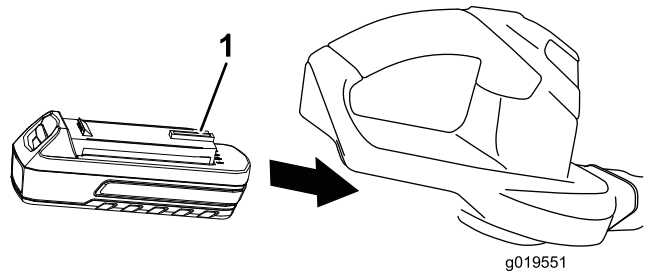

Figure 2
2. Aalignez les languettes de la batterie sur le creux dans le corps de la poignée, saisissez la poignée et poussez la batterie dans la poignée jusqu'à ce que le verrou s'enclenche en position (Figure 2).